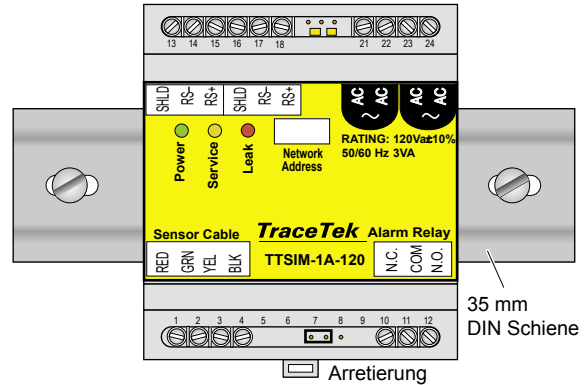

Bild 7b Konfigurationsjumper in Betriebsposition
- Stecken Sie die Konfigurations-Steckbrücke wieder in ihre reguläre Position (Bild 7b) oder entfernen Sie sie vollständig (die Steckbrücke wird im normalen Betrieb nicht benötigt).